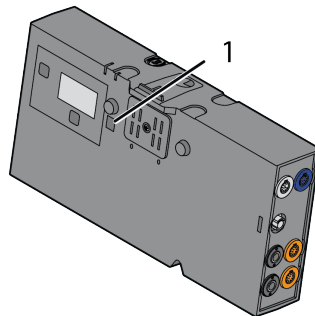

Bild 10-5 Patientenbox, Infrarotschnittstelle
7. Infrarotschnittstelle der Patientenbox mit einem Tuch abwischen (siehe Bild 10-5, Pos. 1).